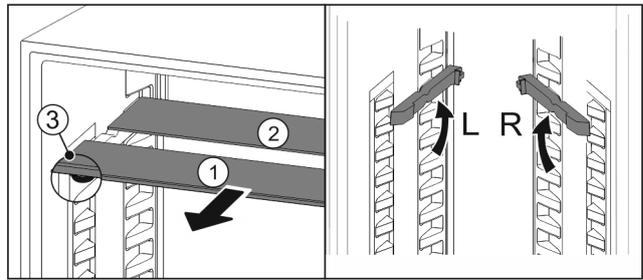

Fig. 112
- ▶ Retire Fig. 112 (1) las planchas de cristal individualmente hacia adelante.
- ▶ La placa de vidrio Fig. 112 (1) con tira decorativa se encuentra en la parte delantera.
- ▶ Los topes Fig. 112 (3) apuntan hacia abajo.